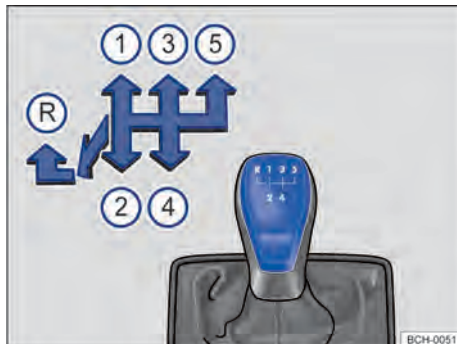

Fig. 91 Esquema de la transmisión manual de 5 marchas.
Las posiciones de cada una de las marchas están representadas en la palanca de cambios → fig. 91.
- Empujar la palanca de cambios totalmente hacia la izquierda y después hacia adelante hasta la posición de la marcha atrás → fig. 91\(R\).